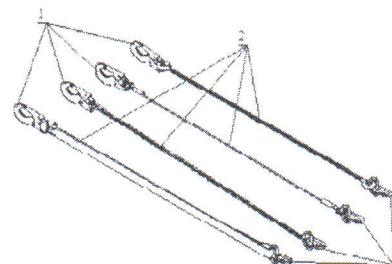

Рис.1 Стропы типов А, Б, В, Г
Стропы типов А, Б, В, Г (см. рис.1) состоят из фала (2) – полиамидной ленты (А), металлического троса в оболочке (Б), полиамидного каната (В) и металлической цепи (Г), на одном конце которого закреплён карабин для присоединения к анкерной точке (1), снабжённый блокирующей защёлкой, а на другом крепёжная петля или карабин (по спец. заказу) для присоединения к ремню пояса (3).